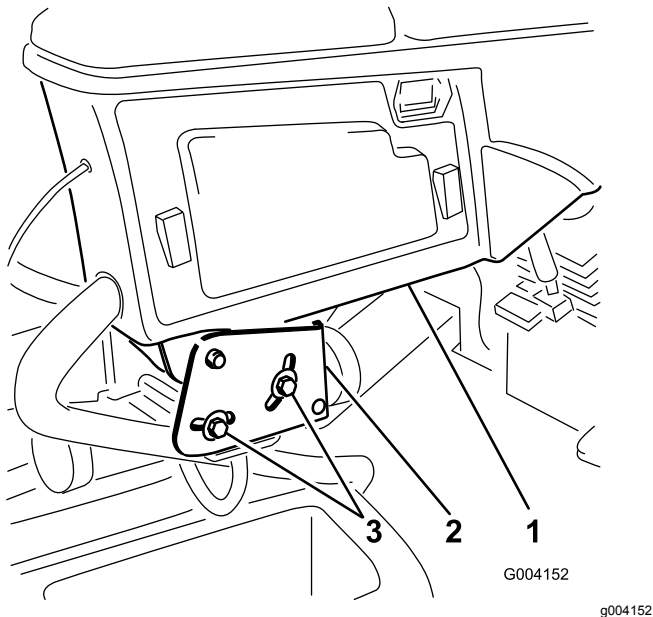

Bild 2
1. Lösen Sie die zwei Schrauben, mit denen der Steuerarm an der Befestigungshalterung befestigt ist (Bild 2).